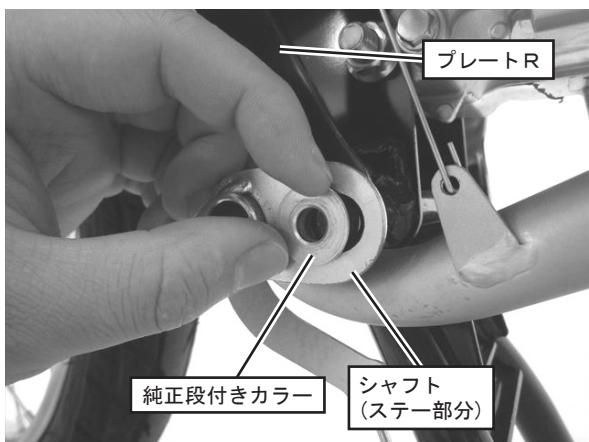

FIG. 1
2. 車両をセンタースタンドで立たせてからメーカー発行のサービスマニュアルを参照し、純正マフラー及びステップバーを車両から取り外して下さい。純正マフラーを取り付けていたナットは、本製品取り付けの際に使用します。 (FIG. 1 参照)